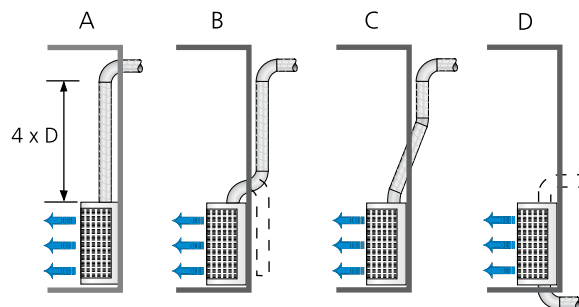

Рис. 4. Примеры влияния способа подключения терминала на уровень шума. См. таблицу. См. раздел Акустика-проектирование общего каталога.
Следует иметь в виду, что в диаграммах выбора представлены характеристики при эквивалентной площади звукопоглощения 150 м², что означает весьма высокие скорости забора воздуха в терминале. Следует также рассчитать правильное подключение воздухопроводов - без создания дополнительного шума. См. рис. 4.
- Значения дБ (А) приведены для помещений с звукопоглощением, эквивалентным площади 150 м² и на расстоянии 2 м от аппарата, а также при прямом, без помех, участке подключенного воздуховода. См. рис. 4 для учета влияния типа подключения воздуховода на рост уровня шума.